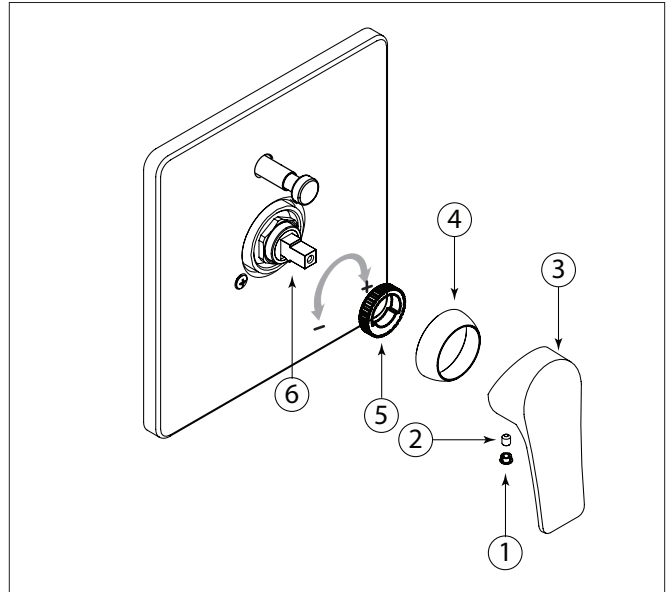

Fig. 6
The highest temperature needs to be set at or under 120°F (49°C). It can be adjusted as follows: remove the decorative cap (1), the set screw (2), the handle (3) and the dome cap (4) (Fig. 6). Pull out the temperature limiting ring (5) from the cartridge (6). Gradually rotate it to the left to lower the highest temperature setting or towards the right to increase it. When temperature is set, reinstall components by reversing above steps.
La température maximale doit être réglée à 120°F (49° C) ou moins. Pour faire l'ajustement : retirer le cache-vis (1), la vis de retenue (2), la poignée (3) ainsi que le capuchon en dôme (4) (Fig. 6). Ensuite, retirer la bague de limite de température (5) de la cartouche (6). Tourner l'anneau graduellement vers la gauche pour diminuer la température maximale et vers la droite pour l'augmenter. Lorsque la température souhaitée est établie, réassembler les composants en inversant les étapes ci-dessus.